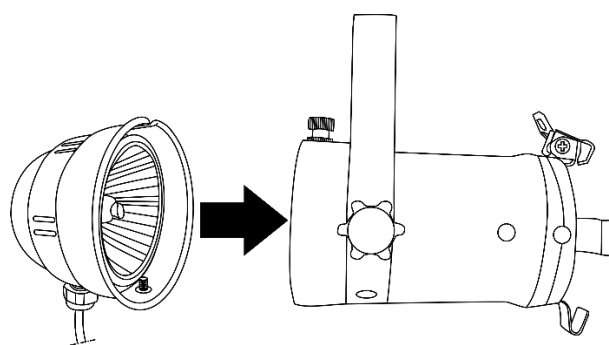

Fig. 06
- 05) Vuelva a colocar la cubierta trasera de la lámpara (Fig. 06). Asegúrese de que el tornillo de la parte inferior de la cubierta trasera encaje en el orificio de la parte inferior de la cubierta delantera.